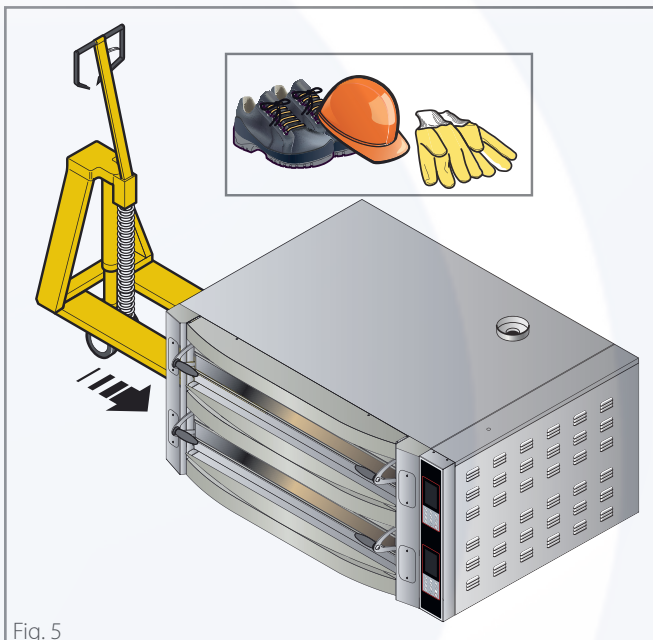

Fig. 5
► **Fig. 5** Equipado con equipos de protección personal, transporte el equipo al lugar de instalación. Use un medio adecuado capaz de soportar el peso del mismo.